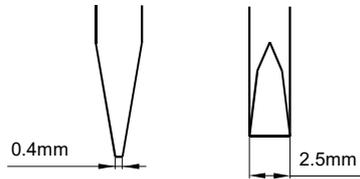
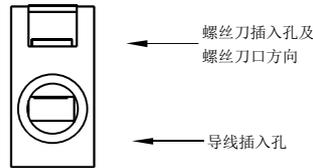

图1
图2
- 接线时，请使用如图1所示螺丝刀。
- 导线、螺丝刀的插入位置及螺丝刀插入方向如图2所示。
将继电器插座防脱卡簧呈现于打开状态(详见图1)，将继电器对准插座主体型腔(详见图2)。然后逆时针扳动防脱卡扣，同时轻轻下压继电器，直至继电器完全装入插座(详见图3)。